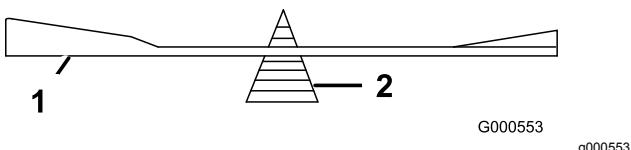

Figura 63
- Verifique el equilibrio de la cuchilla colocándola sobre un equilibrador de cuchillas (Figura 63).